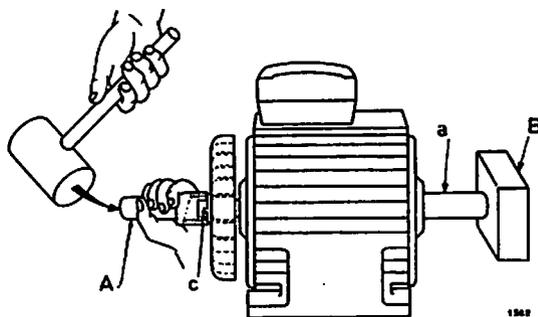

Fig. 12
- Enfoncer le ventilateur 8 avec la douille « A » (fig. 12).